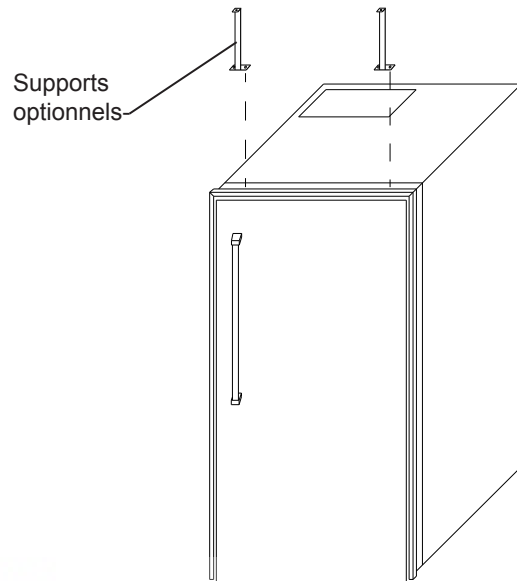

Figure 15 Style 2
1. Utilisez deux vis (référence 91180-000) pour fixer chaque support sur le haut d'armoire. Voyez les Figures 15 et 16.